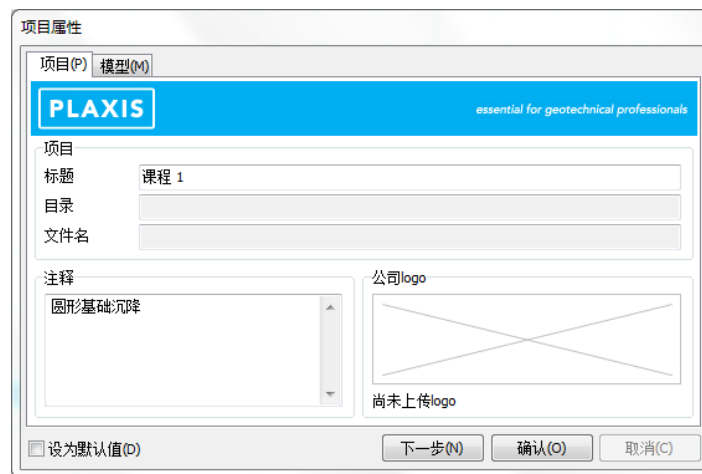

图 3 项目属性窗口项目标签
- 选择启动新项目。将弹出项目属性窗口，项目属性窗口包括项目标签和模型标签两部分（图 3 和图 4）。